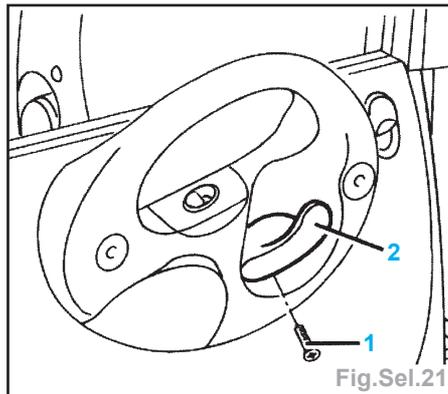

Fig.Sel.21
- la poignée intérieure de renvoi (Fig. Sel.21),